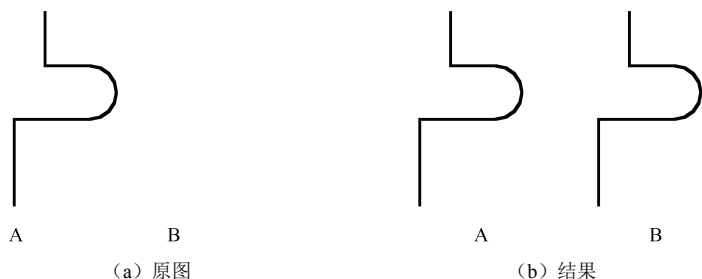

图 4-20 复制对象
(1) 选择对象: 选取欲复制的对象。
(2) 基点: 复制对象的参考点。
(3) 位移(D): 原对象和目标对象之间的位移。
(4) 模式(O): 设置复制模式为单个(S)或多个(M)。
(5) 指定第二个点: 指定第二点来确定位移, 第一点为基点。
(6) 使用第一个点作为位移: 在提示输入第二点时回车, 则以第一点的坐标作为位移。
**【例 4.8】** 打开“图 3-22.dwg”, 如图 4-20 (a) 所示, 将原始图形从 A 点复制到 B 点, 结果如图 4-20 (b) 所示。